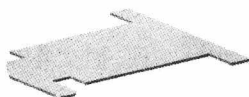
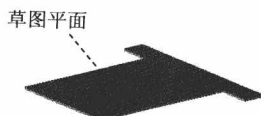

图 1.5 薄片 1
图 1.6 草图平面
Step3. 创建图 1.5 所示的钣金特征——薄片 1。
(1) 选择命令。选择下拉菜单  **插入(I)** →  **钣金(B)** →  **基体法兰(A)...** 命令（或单击“钣金”工具栏上的“基体法兰/薄片”按钮 ）。
(2) 定义特征的横断面草图。
① 定义草图平面。选取图 1.6 所示的模型表面作为草图平面。